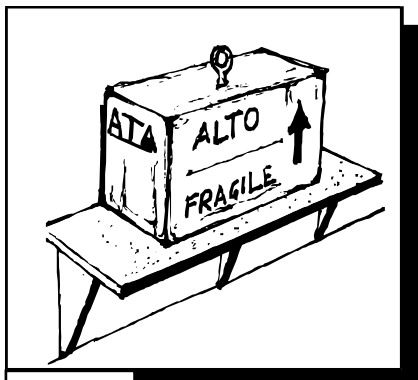

Fig. 6
- Pendant le stockage chez le Revendeur, l'emballage intact de la ventouse doit être mis horizontalement avec sa base sur une étagère (Fig.6).